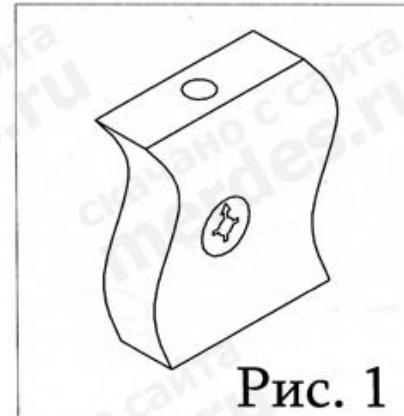

Рис. 1
1. Вставить стяжки-растекс (3) в детали 1 и 2 (см. рис. 1) Закрутить дюбеля стяжек-растекс (4) в муфты на полках 10 и 3 (см. рис.2). Соединить детали 1 и 2 с полкой 10. Фиксацию стяжек-растекс произвести путем поворота их по часовой стрелке. Прикрутить к деталям 1 и 2 с внутренних сторон направляющие (7) при помощи евровинтов (11). Деталь 4 соединить с полкой 10 при помощи шкантов (1). Установить полку 3. Зафиксировать
Взять стенку заднюю выдвижного ящика 8 и забить в соответствующие отверстия шканты (1). Соединить боковины ящика 6 и 7 с задней стенкой 8. Фиксацию производить при помощи евровинтов (6). Далее положить каркас ящика на заднюю стенку 8 и забить шканты (1) в соответствующие торцевые отверстия на боковинах ящика 6 и 7, и вставить стяжки растекс (3) (см.рис.1). После этого вставить дно ящика 10 в пазы на каркасе ящика, таким образом, чтобы дно ящика 10 вошло в паз на стенке задней ящика 8. Далее закрутить в переднюю панель ящика 9 в имеющиеся муфты дюбеля стяжек-растекс (4). Соединить переднюю панель ящика 9 с каркасом . Фиксацию произвести путем поворота стяжки (3) по часовой стрелки. Далее к передней панели 9 прикрепить ручку (12) . Аналогичным образом собрать остальные ящики.